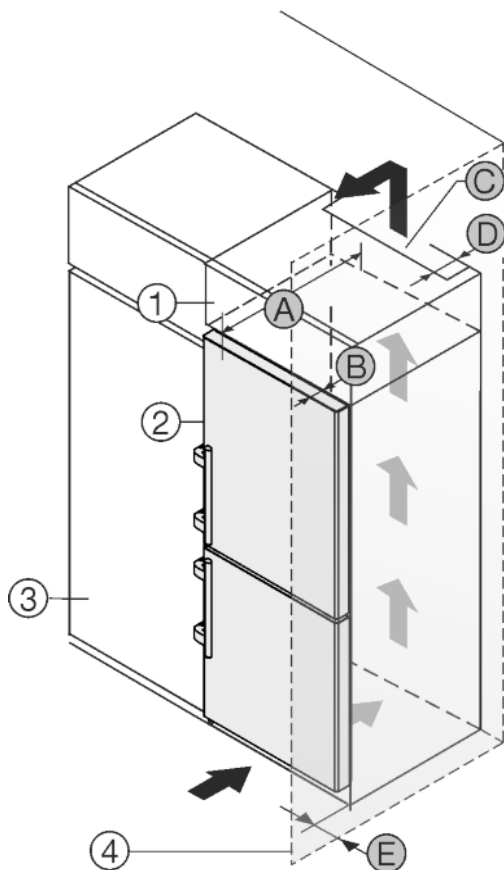

Fig. 12
Das Gerät kann mit Küchenschränken umbaut werden. Um das Gerät Fig. 12 (2) der Küchenzeilenhöhe anzugleichen, kann über dem Gerät ein Aufsatzschrank Fig. 12 (1) angebracht werden.
Das Gerät kann direkt neben dem Küchenschrank Fig. 12 (3) aufgestellt werden. Um die Türe vollständig öffnen zu können, muss das Gerät um die Tiefe Fig. 12 (B) gegenüber der Küchenschrankfront vorstehen. Abhängig von der Tiefe der Küchenschränke und Verwendung von Wandabstandshaltern kann das Gerät weiter herausragen.
- An der Rückseite des Aufsatzschrankes muss ein Abluftschacht mit der Tiefe Fig. 12 (D) über die gesamte Aufsatzschrankbreite vorhanden sein.
- Unter der Raumdecke muss der Entlüftungsquerschnitt Fig. 12 (C) eingehalten werden.
Wenn das Gerät mit den Scharnieren neben einer Wand Fig. 12 (4) aufgestellt wird, muss der Abstand Fig. 12 (E) zwischen Gerät und Wand eingehalten werden. Dies entspricht dem Griffüberstand bei geöffneter Türe.